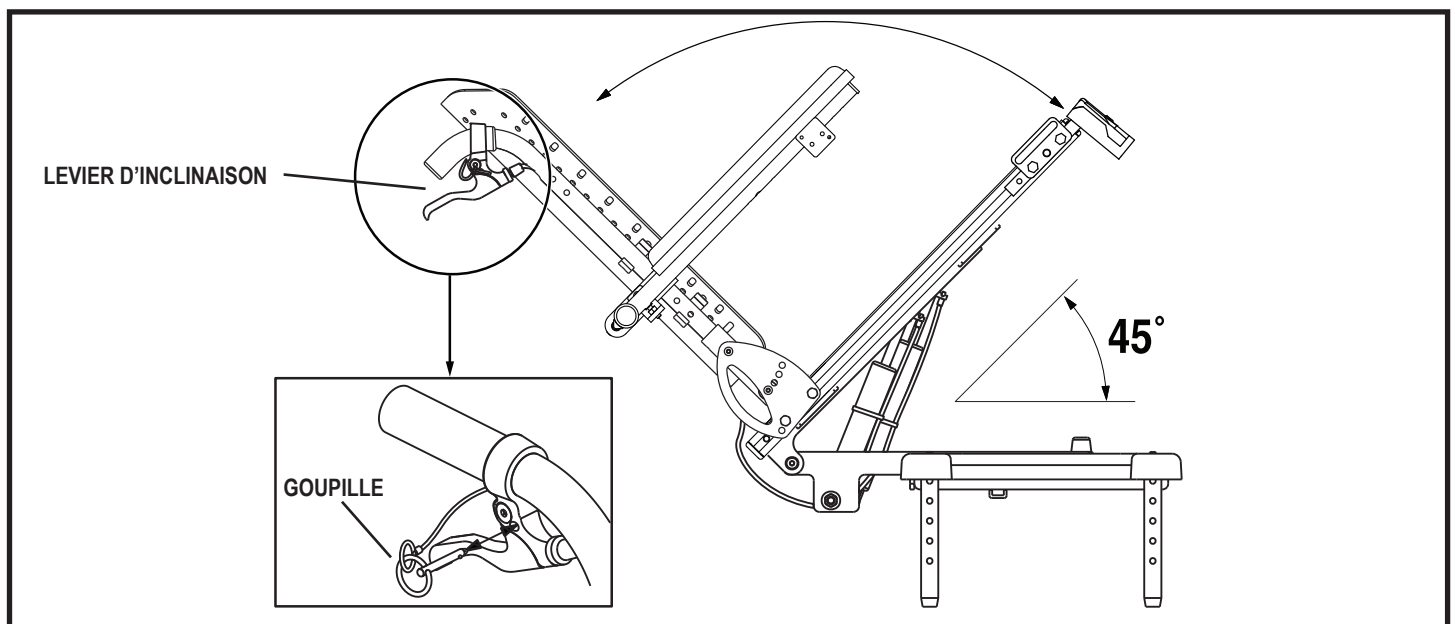

Figure 37. Option de bascule manuel Synergy
1. Retirez la goupille du levier de détente d'inclinaison. **Voir la figure 37.**